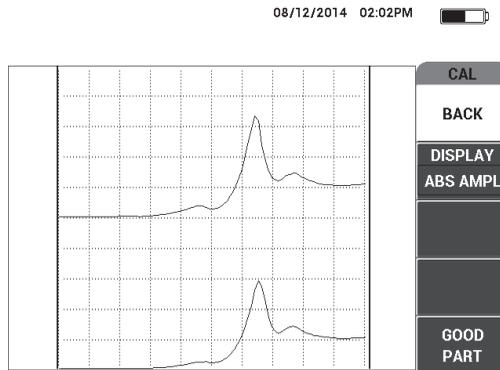

Abbildung 6-64 Signal für Bereich ohne Defekt
5. Halten Sie die Sonde auf einen Bereich ohne Defekt und wählen Sie **GUT** (Funktionstaste E) aus (siehe Abbildung 6-64 auf Seite 184).